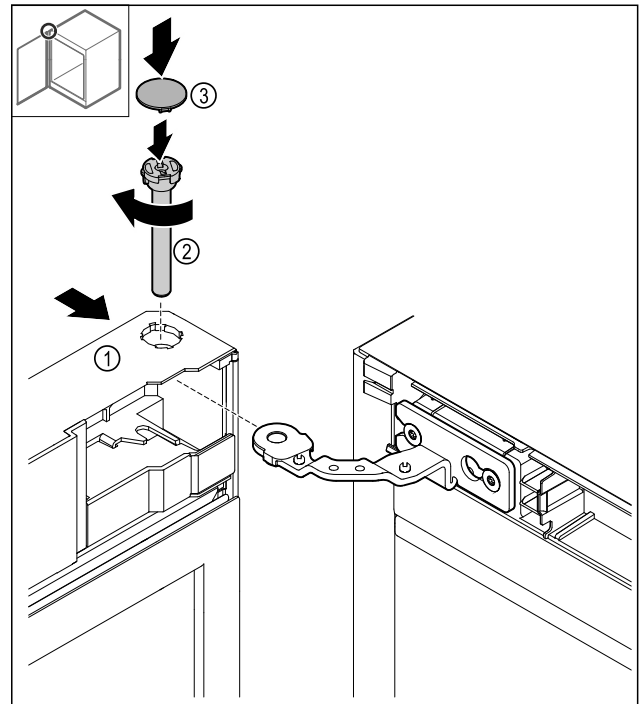

Fig. 46
- ▶ Tür Fig. 46 (1) oben auf das Scharnier schieben.
- ▶ Bolzen Fig. 46 (2) einstecken und im Uhrzeigersinn festdrehen.
- ▶ Abdeckung Fig. 46 (4) aufsetzen.